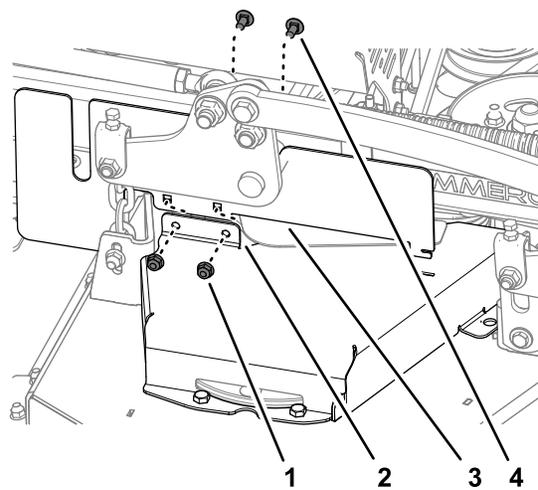

Рисунок 41
- Прикрепите правый боковой кожух СЕ к правой крышке ремня (Рисунок 41) при помощи 2 каретных болтов и 2 контргайек, снятых при выполнении действий, описанных в разделе Снятие левой крышки ремня (страница 28).